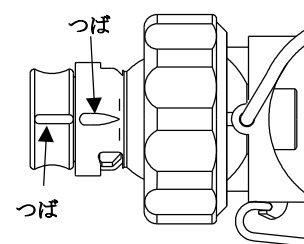

図 9. 組付完成(組付図)
- ・組付時、ノズルチップのひねりが不十分ですと脱落の原因になりますので注意してください。正しい組付状態は図 9 となります。ボールアダプターとノズルチップのつばを合わせるようにしてください。